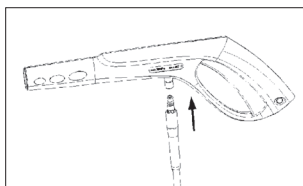

Рис. 7
- Подсоедините тонкий конец шланга высокого давления к пистолету-распылителю и закрутите гайку, как показано, чтобы зафиксировать соединение. Рис. 7